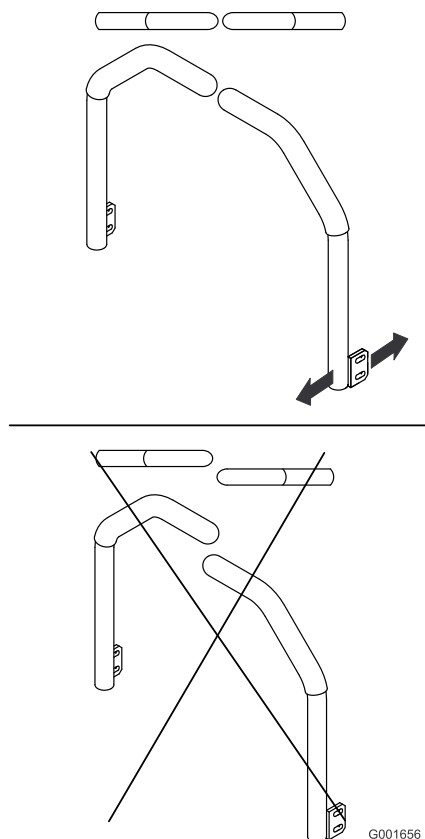

Figura 68
5. Regolate le leve di controllo in modo che siano allineate (Figura 68), e serrate i bulloni, fissando le leve alle colonne.